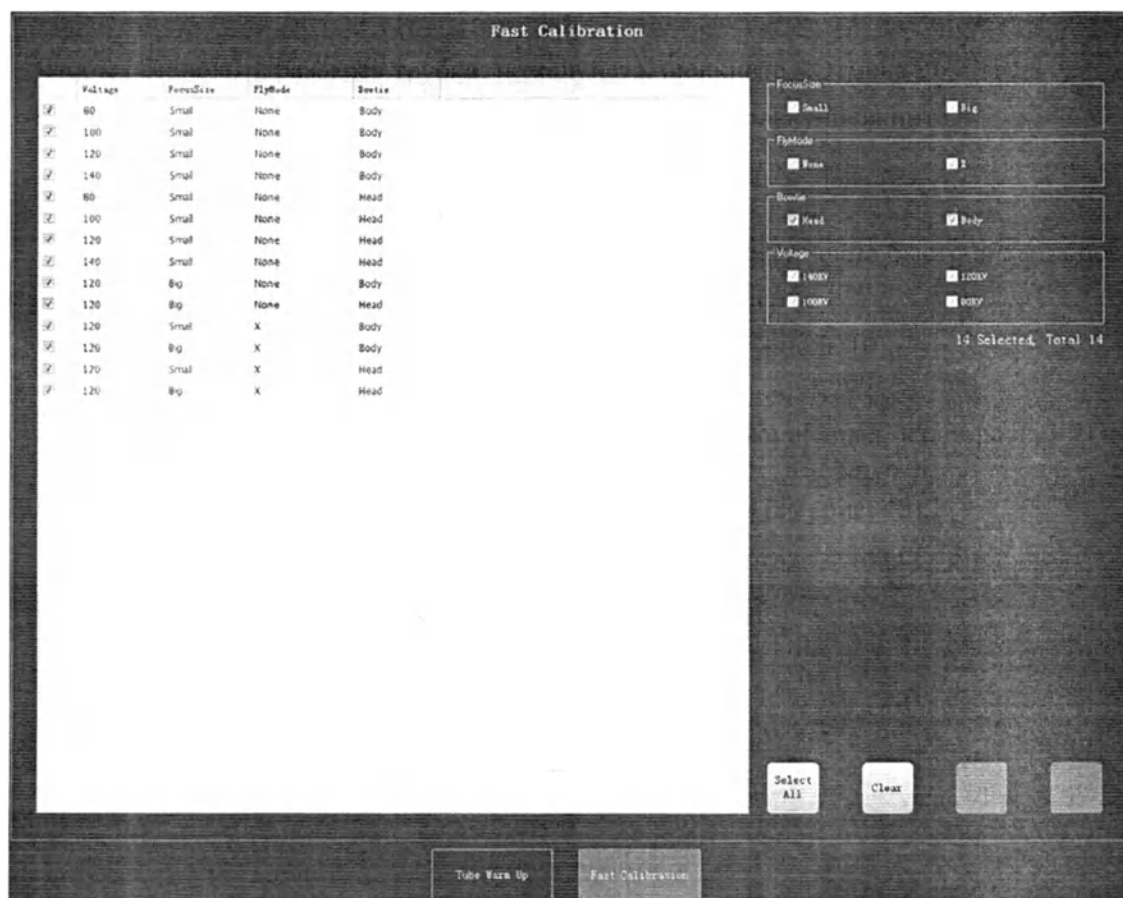

Рисунок 40 Окно быстрой калибровки
3. Нажмите кнопку [Быстрая калибровка] [Fast Calibration] (см. рис. 40).